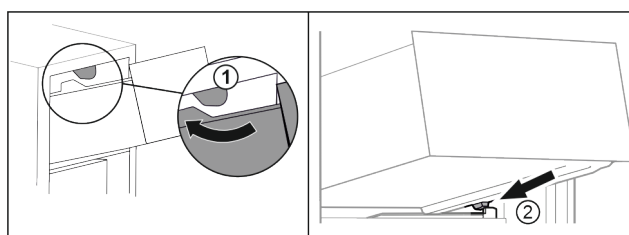

Fig. 95
- ▶ Schubfach um die oberen Stopper herumführen. Fig. 95 (1)
- ▶ Schubfach schräg hinter den unteren Stoppern auf Behälterrippe aufsetzen. Fig. 95 (2)